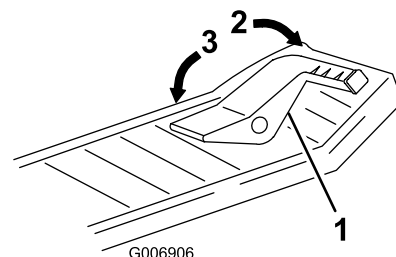

Bild 15
2. Stellen Sie den Fuß auf das Fahrtriebspedal und treten Sie langsam oben auf das Pedal, um vorwärts zu fahren. Treten Sie auf das untere Ende des Pedals, um rückwärts zu fahren (Bild 15).